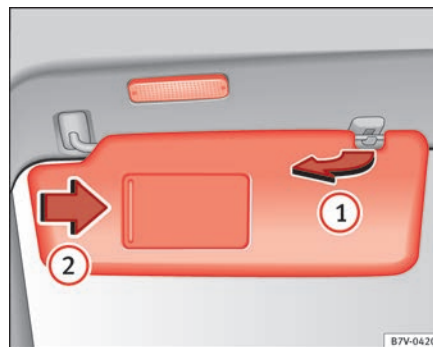

Fig. 64 Parasol.
- El parasol puede extraerse de la fijación y girarse hacia la puerta ⇒ fig. 64 ①.